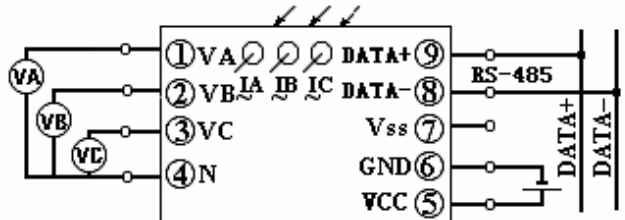

图 3.3.2 三相四线制三隔离 S3 型产品接线参考图
3.3.4.2、三相四线制三隔离 S3 型产品接线参考图，见图 3.3.2。